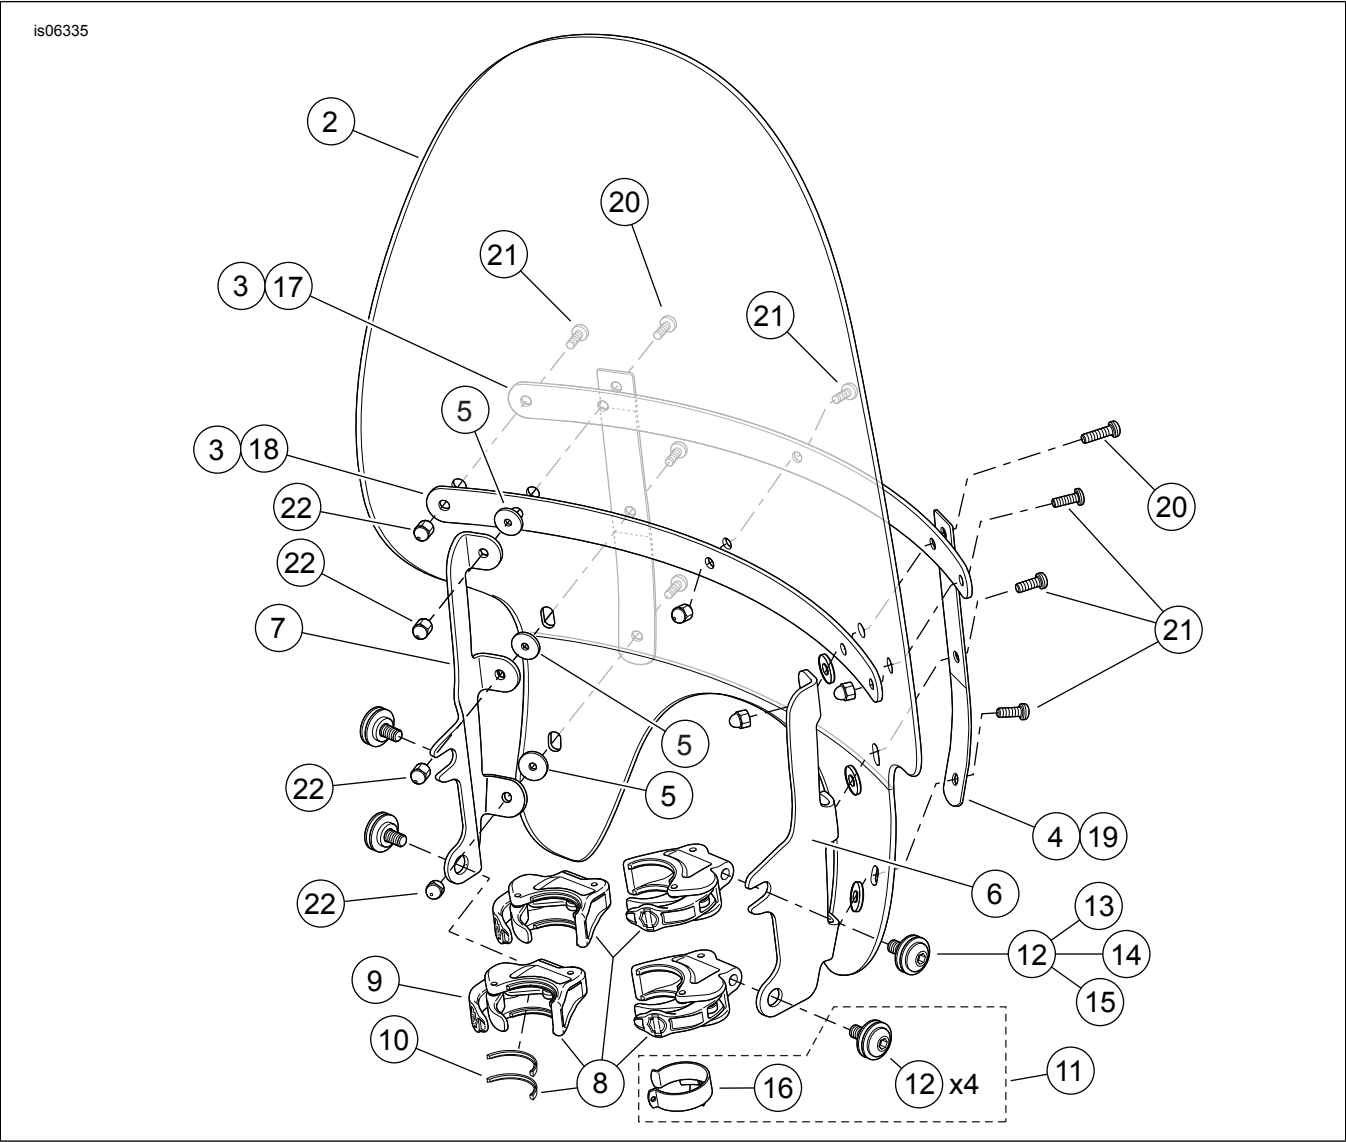

Рисунок 2. Запасные части, быстросъемное ветровое стекло XL1200X
См. Рисунок 2 и Таблица 2.
2. См. Рисунок 2. Извлеките узлы зажима (8) и комплекты деталей крепления (11) из упаковки и разложите по группам детали одного вида, чтобы подготовиться к установке.
3. **Все комплекты.** Отцентрируйте ветровое стекло относительно фары и установите зажимы на трубки вилки. См. Рисунок 2 . Установите до щелчка зажим троса дроссельной заслонки (16) вокруг правой трубки вилки и проведите тросы заслонки через отверстие направляющей.